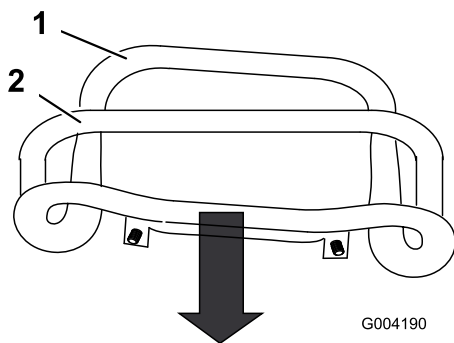

Bild 48
3. Ziehen Sie den Fahrtrieb gerade nach hinten, sodass die Vorderseite des Fahrtriebs den Anschlagbügel berührt (Bild 48).